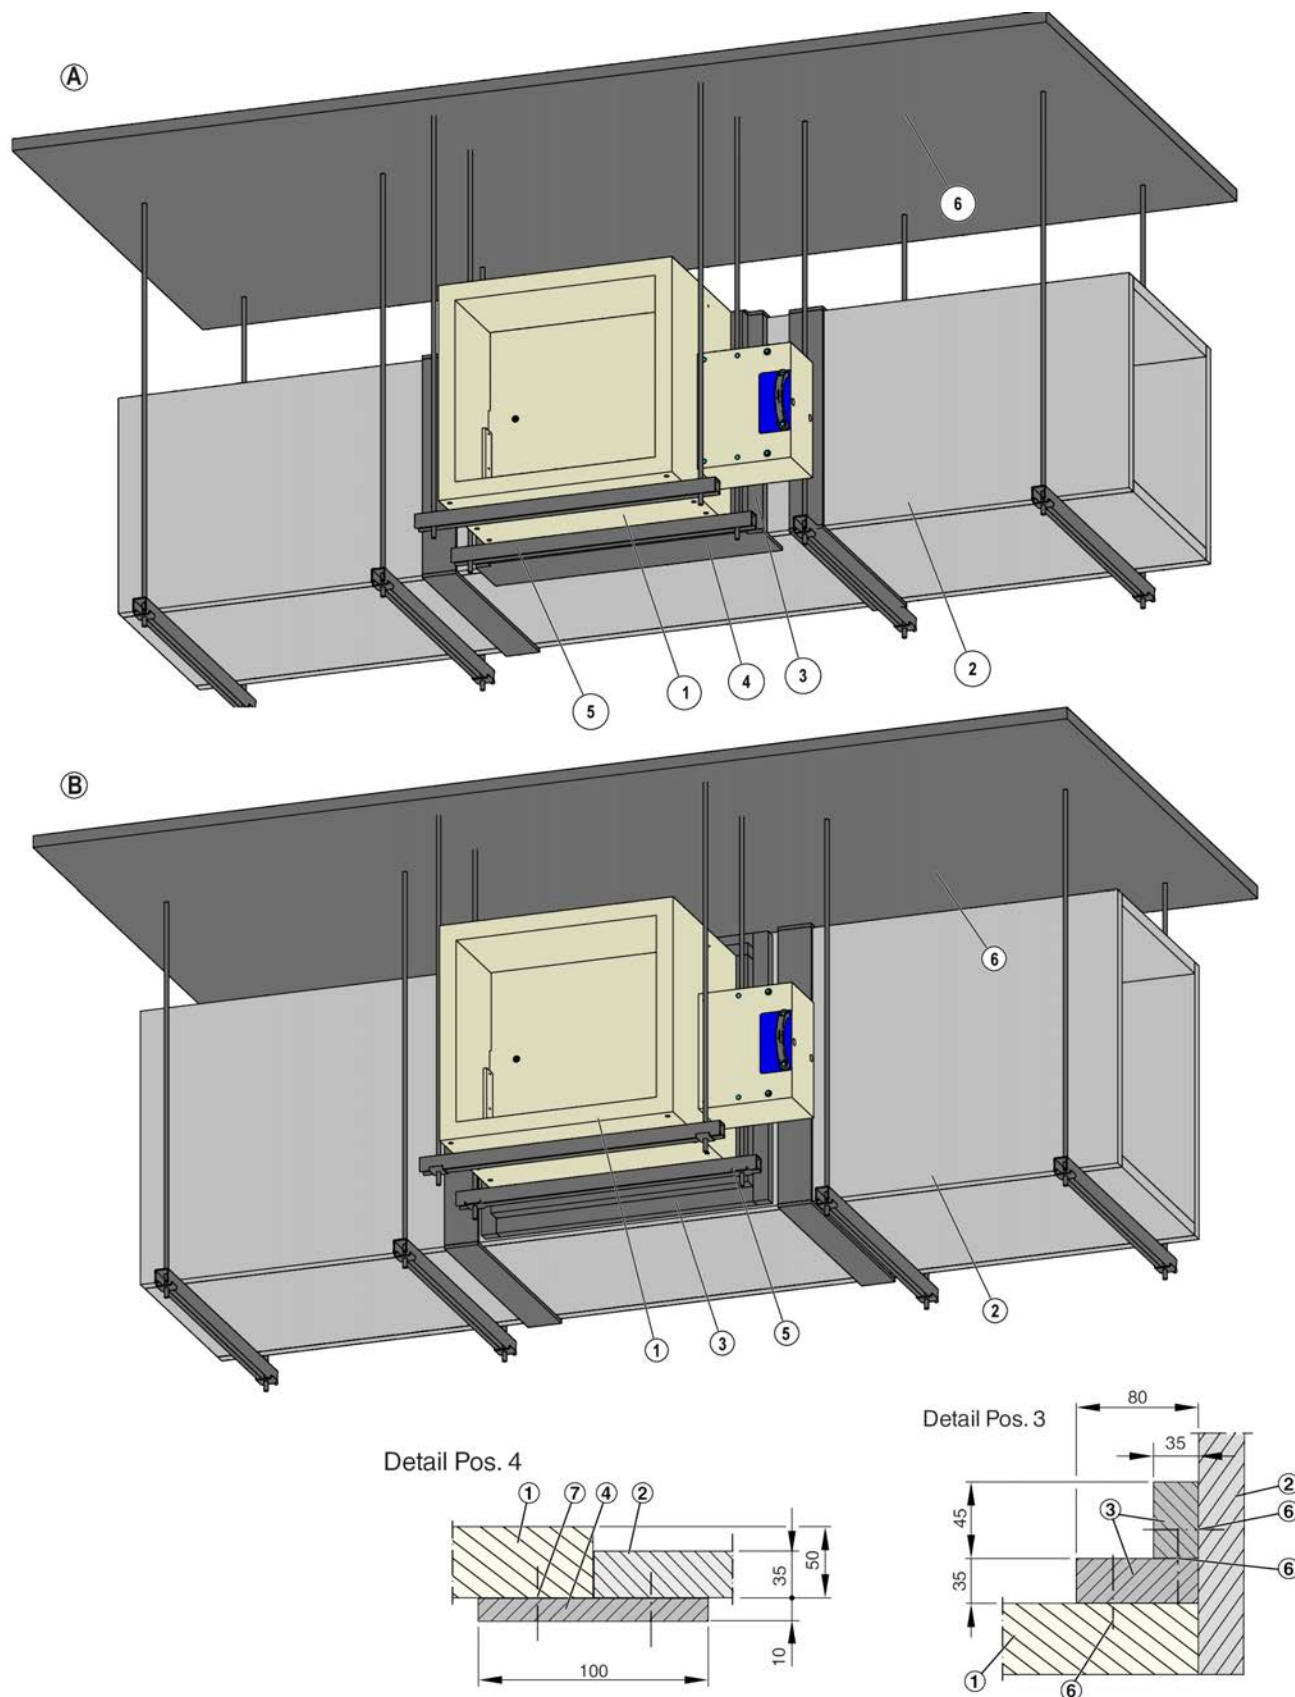

Fig. 21: Installazione su condotti di evacuazione dei fumi orizzontali resistenti al fuoco, indice di classificazione:  $v_{ed}$
- ▶ Collegare il condotto di evacuazione dei fumi resistente al fuoco alla serranda antifumo, posizionando un profilo angolare ( Fig. 21 /3) tra il condotto e la serranda. Applicare la colla ai profili angolari in corrispondenza delle giunzioni, del condotto di estrazione dei fumi e della serranda antifumo, quindi collegare i profili con graffe in acciaio, distanza  $\leq 150 \text{ mm}$ .